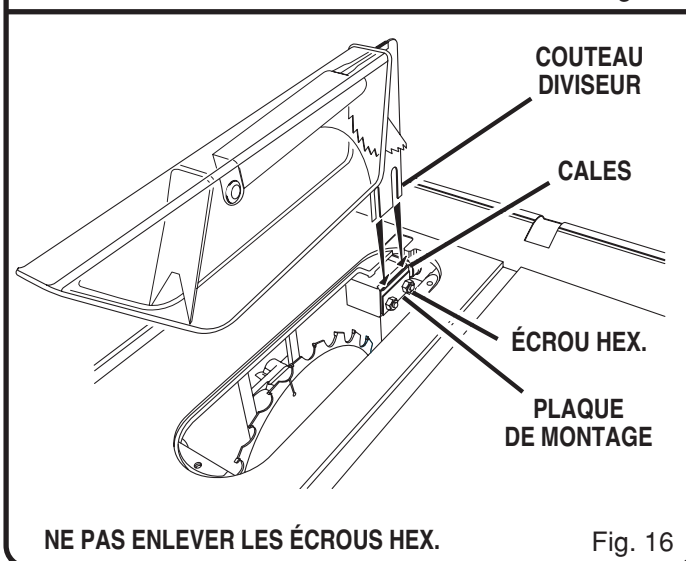

Fig. 16
- En vous servant de la petite clé hex., installez le protège-lame en desserrant suffisamment les deux écrous hex. pour glisser le couteau diviseur vers le bas entre les cales. Voir la figure 16. Resserrez partiellement les deux écrous. Assurez-vous que le couteau diviseur a un jeu de 3 mm (1/8 po) par rapport à la lame. Voir la figure 24.